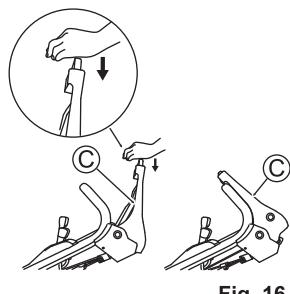

Fig. 16
3. Empurre o manipulo da lâmina (C) para a frente pressionando o botão amarelo. Em seguida, a lâmina começará a girar. (Veja a fig. 16)